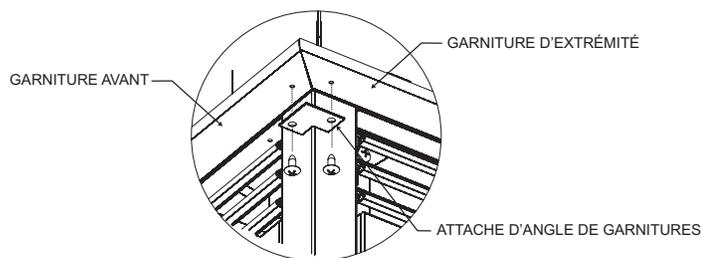

Figure 5a
Avant de poser le manteau de péninsule, poser la garniture 3 pièces et le bouclier d'extrémité en conjonction avec les quatre (4) supports d'angle de manteau (fournis avec le plateau de manteau) comme sur la Figure 5a. Voir les détails de pose supplémentaires dans les instructions fournies avec le plateau de manteau EMPT.
4. Placer les deux (2) autres supports d'angle de manteau sur le dessus des garnitures avant et arrière près du côté libre du foyer et visser sans serrer une vis n°10 x 1/2 po à travers le support d'angle et la garniture, puis dans les avant-trous prévus. Ne pas serrer les vis.
7. Pour terminer la pose des garnitures, poser deux (2) attaches de fixation d'angle de garniture sous les coins des garnitures comme représenté à la Figure 5a. Utiliser un tournevis Phillips pour poser deux (2) vis à tôle n°8 x 1/2 noires pour fixer chaque support d'angle. Avant de serrer les vis, aligner les coins à onglet des garnitures l'un sur l'autre puis les fixer.